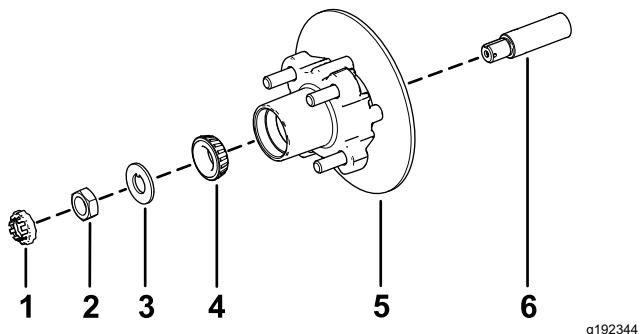

Figure 42
- Appliquez une fine couche de la graisse spécifiée sur la fusée (Figure 42).
- Montez le moyeu et le rotor sur la fusée en plaçant le rotor à l'intérieur (Figure 42).
- Montez le roulement extérieur sur la fusée et poussez le roulement contre la bague (Figure 42).
- Montez la rondelle-frein à languette sur la fusée (Figure 42).
- Vissez l'écrou de fusée sur la fusée et serrez l'écrou à 15 N·m tout en tournant le moyeu pour bien asseoir le roulement (Figure 42).
- Alignez les plaquettes de frein de chaque côté du rotor (Figure 38) et alignez également les trous dans le support d'étrier et ceux de la fixation du frein sur le porte-fusée (Figure 42).